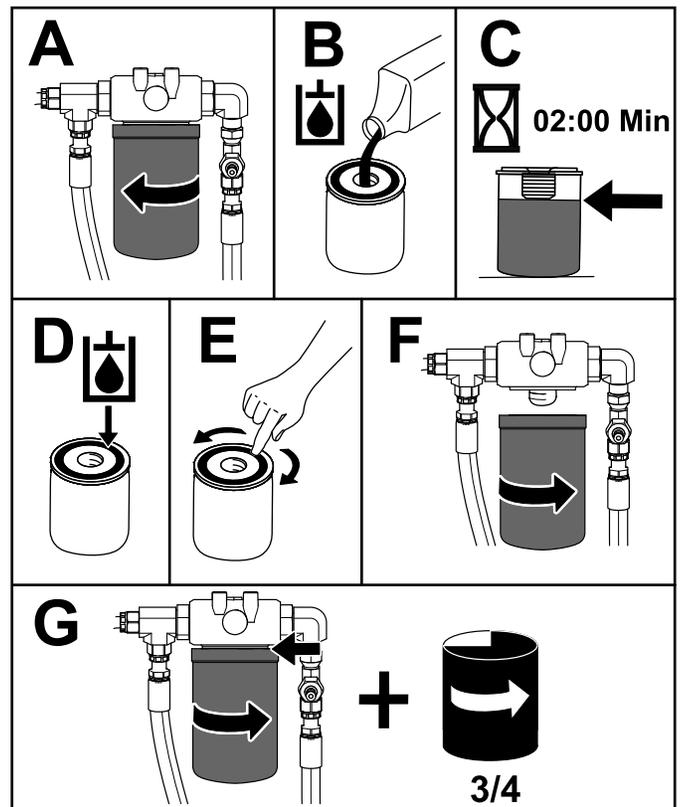

Рисунок 83
9. Поместите сливной поддон под задний фильтр, а затем замените фильтр (Рисунок 83).